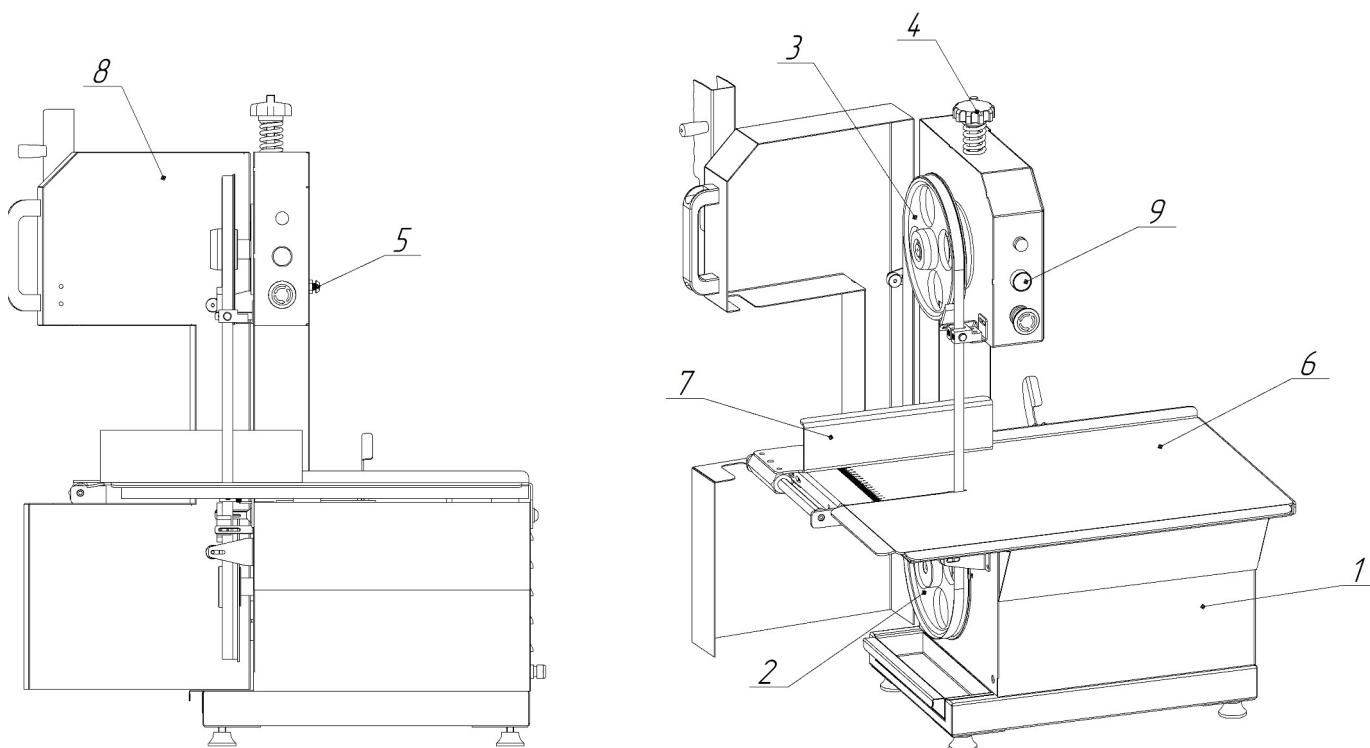

Рис. 2
- Сварного корпуса (рис.2 поз.1), на котором размещены все компоненты пилы. Внутри корпуса установлен электродвигатель. Электродвигатель оснащён тормозным устройством, что обеспечивает остановку пильного полотна не более чем за 4 секунды. На валу электродвигателя установлен приводной шкив (рис.2 поз.2). В верхней части корпуса установлен натяжной шкив (рис.2 поз.3). Натяжной шкив имеет регулировку в двух направлениях. Для натяжения полотна шкив имеет возможность перемещения вверх-низ при помощи рукоятки расположенной в верхней части машины (рис.2 поз.4). Для устранения соскальзывания полотна, шкив имеет возможность регулировки наклона с помощью регулировочного винта на боковой части машины (рис.2 поз.5).
- Рабочего стола (рис.2 поз.6). Стол оснащён подпором (рис.2 поз.7) и выгравированной шкалой, с помощью которого выставляется необходимая толщина разделывания продукта.
- Защитной крышки(рис.2 поз.8), которая закрывает шкивы и пильное полотно. Крышка оснащена выключателем, который предотвращает запуск машины если крышка не закрыта должным образом.
- Органами управления (рис.2 поз.9)
5. Отрегулируйте подпор (Рис.2 поз.7) под желаемую толщину нарезаемого отруба, открутив фиксирующий винт.
6. Включите машину нажав зелёную кнопку «ПУСК» на панели управления (Рис.2 поз.9).